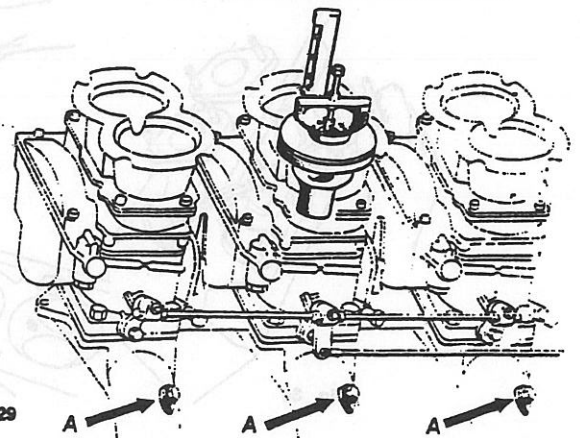

fig. 29
1 - Sostituire i tappi (N. 6) filettati (A, fig. 29) con i raccordi dei vuotometri collegando i condotti di destra con la cassetta posta sul parafrangente sinistro e vice-versa, in modo tale che i due condotti del primo carburatore siano controllati dai due vuotometri contraddistinti col n. 1 e così via.
1 - Remplacer les bouchons (6) filetés (A, fig. 29) par les raccords des vacuomètres, en raccordant les conduits de droite avec le coffret situé sur le garde-boue gauche et vice-versa, de façon à ce que les conduits du premier carburateur soient contrôlés par les deux vacuomètres marqués n. 1 et ainsi de suite.
1 - Unscrew the (6) threaded caps (A, fig. 29) and insert the vacuum-gauges pipes, connecting the right ducts with the set placed on the left mudguard and vice versa, in order that the two ducts of the first carburetor are controlled by the two vacuum-gauges marked nr. 1 and so on.
e - Sostituire i raccordi dei vuotometri con i tappi filettati (A, fig. 29) e rimontare il filtro aria.
e - Remplacer les raccords des vacuomètres par les bouchons filetés (A, fig. 29) et remonter le filtre à l'air.
e - Replace the gauges pipes with the plugs (A, fig. 29) and remount the air filter.